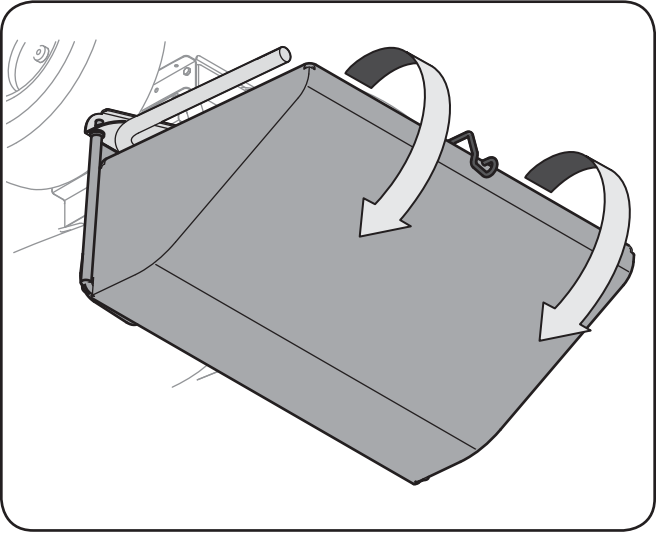

Figure 5-1
1. Ouvrez le couvercle du bac récupérateur en soulevant la partie inférieure arrière du couvercle. Voir Figure 5-1. Il n'est pas nécessaire d'enlever la goulotte pour vider les sacs collecteurs.